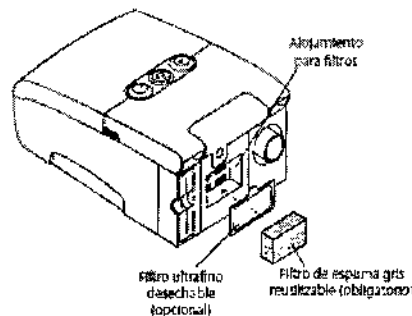

FIGURA 3-1 INSTALACION DEL FILTRO DE AIRE
2. Inserte el filtro de espuma gris en el alojamiento para filtros como se muestra en la figura 3-1.